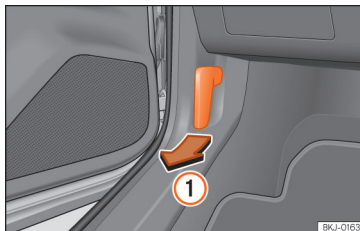

Fig. 184 Alavanca de desbloqueio no espaço para a zona dos pés do condutor.
- Abra a porta e puxe pelo manípulo que existe debaixo do painel de instrumentos » **Fig. 184 ①**.